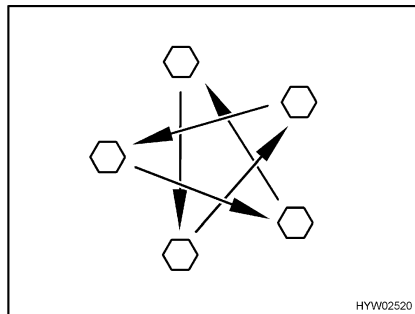

Bild 168 Dra åt hjulmuttrarna eller hjulbultarna korsvis
- Kontrollera regelbundet att hjulmuttrarna eller hjulbultarna är ordentligt åtdragna. Om du har bytt däck ska hjulmuttrarna eller hjulbultarna dras åt efter 5 mils körning (Bild 168). Åtdragningsmoment, se avsnitt 14.5.1.
- Då nya eller nylackerade fälgar används bör hjulmuttrarna eller hjulbultarna dras åt efter ca 100 till 500 mil (Bild 168).